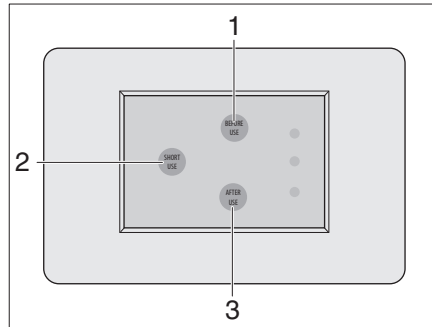

Bild 369 Panel Zerhackertoilette
- Short-Use-Taste (Bild 369,2) drücken.
- Vor dem Toilettengang die Before-Use-Taste (Bild 369,1) drücken.
- Nach dem Toilettengang die After-Use-Taste (Bild 369,3) drücken.